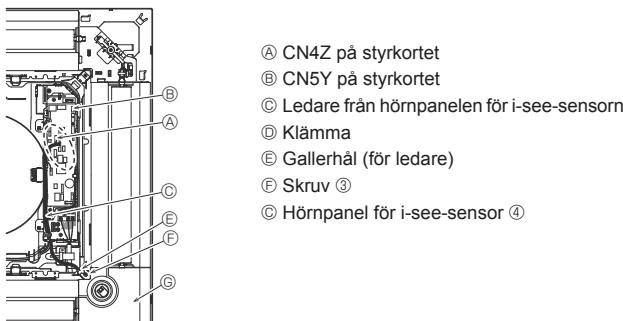
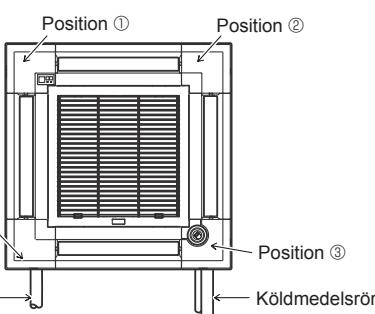

Fig. 9-10
Fig. 9-11
Montera hörnpanelen för signalmottagaren på panelen och sätt fast med skruven. Hörnpanelen för signalmottagaren kan inte monteras på samma sida av huvudenheten som kondensatledningen. (Se Fig. 9-11)
9.4.6. Installation av hörnpanel för i-see-sensor (Fig. 9-10)
- Hörnpanelen för i-see-sensorn ska vara fastsatt på gallret ① med skruven ③.
- * Ändra funktionsinställningarna om i-see-sensorn flyttats från standardposition (position ②) till den andra positionen. (Se sida 184 och Fig. 9-11)
- Hörnpanelen för i-see-sensorn kan inte monteras på samma sida av huvudenheten som kondensatledningen. (Se Fig. 9-11)